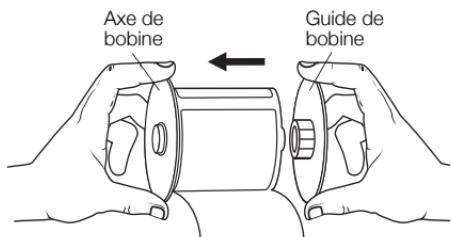

Figure 5
- 4 Tenez l'axe de bobine dans la main gauche et placez le rouleau d'étiquettes sur l'axe de façon à ce que les étiquettes avancent par en dessous et que le bord gauche du rouleau appuie fermement sur le côté de la bobine. Voir Figure 5.